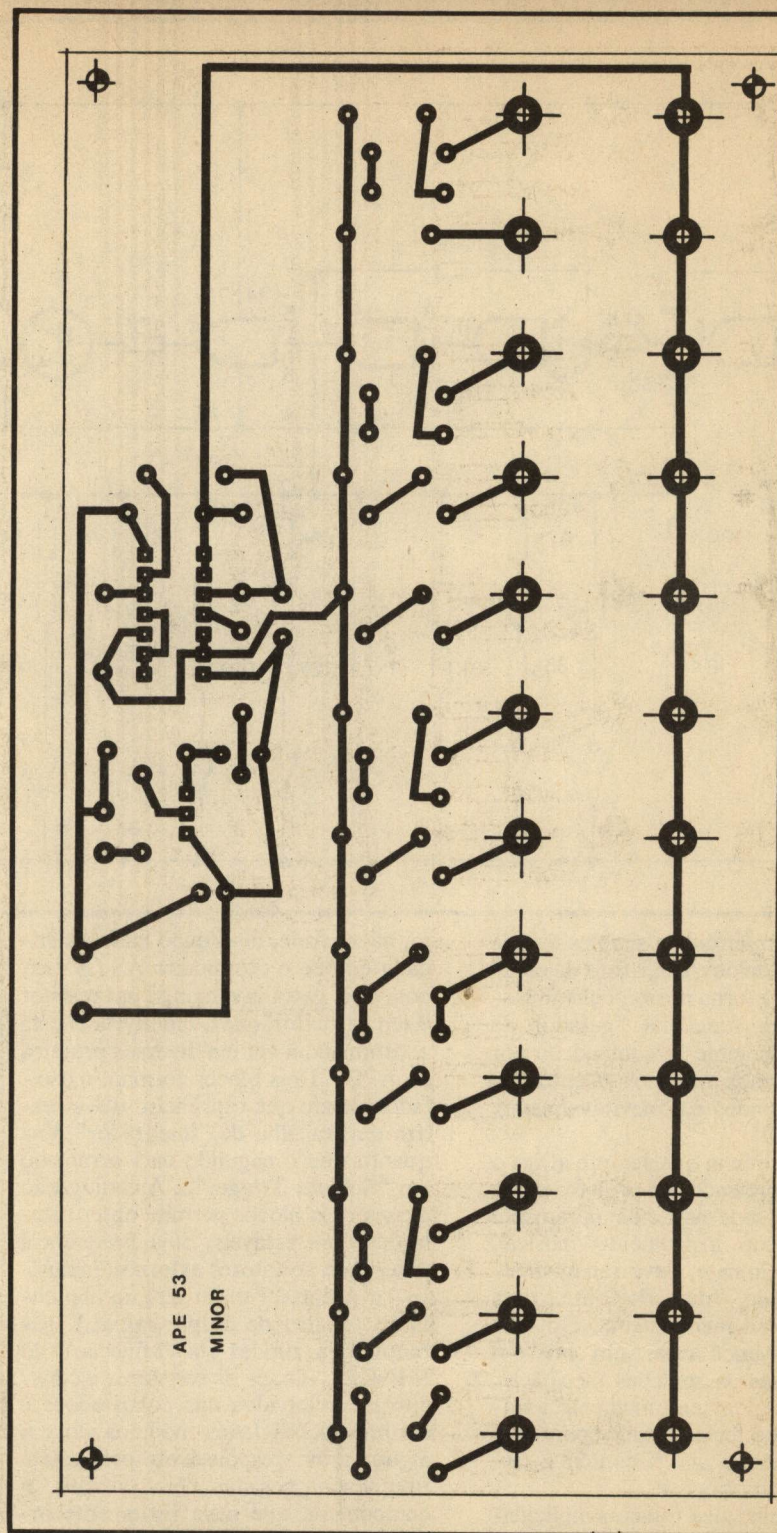

Fig.2
- FIG. 2 - LAY OUT DO CIRCUITO IMPRESSO ESPECÍFICO - Conforme já foi mencionado, o **lay out** do padrão cobreado de ilhas e pistas, inclui não só o substrato para implementação do circuito, como também a "base" eletro-mecânica do próprio "teclado"... Por tais razões, a placa não tem como ficar **muito** pequena (ainda assim, conforme se vê da figura, não resultou exageradamente grande...). A figura está em tamanho natural (escala 1:1), e deve ser "respeitada" em suas dimensões, proporções, afastamentos e organização, de modo a se obter um bom resultado visual e "mecânico" na montagem... Notar, especialmente, o conjunto de 12 pares de ilhas/furos, relativamente "avantajados", junto a face maior inferior da